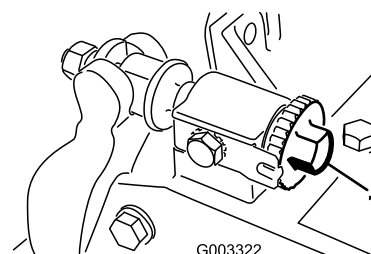

Bild 26
1. Lösen Sie den Spindel-zu-Untermesser-Kontakt, indem Sie die Einstellhandräder des Untermessers (Bild 26) nach links drehen, bis kein Kontakt besteht.